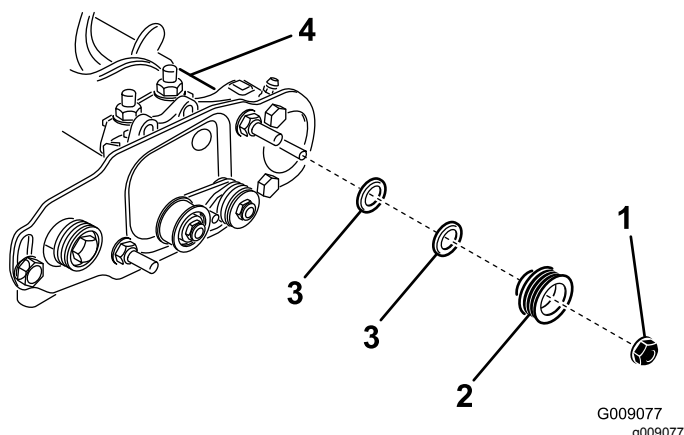

Figura 34
- Retire as porcas de retenção que fixam a polia de transmissão ao veio da escova (Figura 33 ou Figura 34).
- Retire a polia acionada do veio (Figura 34).
Nota: Se a polia necessita de sair mais, adicione um espaçador de 0,8 mm de espessura (Figura 34). Se a polia necessita de entrar mais, remova o espaçador existente de 0,8 mm de espessura.